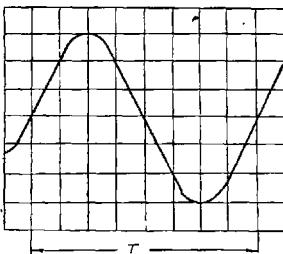

Рис. 5. Измерение длительности и частоты
Пример. Расстояние между измеренными точками составляет 8 делений (рис. 5), переключатель «ВРЕМЯ/ДЕЛ.» установлен в положение «0,2mS», а переключатель «x¹, x^{0,2}» установлен в положение «x¹». Длительность сигнала будет
- измерьте длительность времени одного периода сигнала, как описано в п. 10.3.3 (рис. 5);